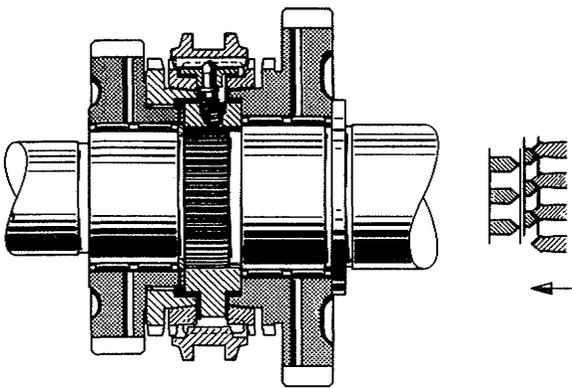
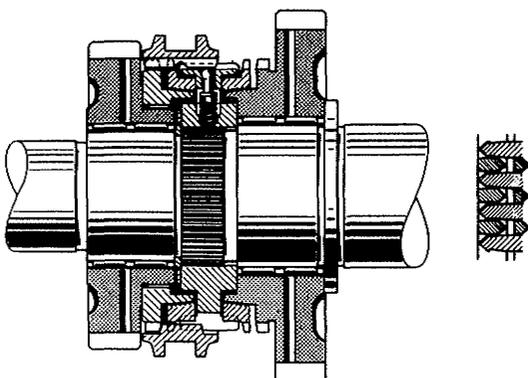

Figure 3
Figure 4
2. Passage d'une vitesse (figures 3 et 4).
Le manchon baladeur (H) est repoussé axialement dans une direction (sur l'exemple illustré, vers la gauche). Les axes à rotule (K) et les éléments de pression (D) sont entraînés par le manchon baladeur, car, les axes à rotule sont pressés et introduits par leur extrémité supérieure dans la gorge annulaire en V du manchon baladeur sous l'action des ressorts de synchronisation (C) qui ont une force de pression initiale. Les éléments de pression (D) sont en liaison avec les bagues de synchronisation gauche et droite (F). Lorsque le manchon baladeur se déplace vers la gauche, la bague de synchronisation gauche est maintenant également déplacée vers la gauche sous l'action des éléments de pression. Après une course d'environ 0,5 mm, la bague de synchronisation vient s'appuyer, par sa surface conique, sur la surface également conique du corps d'accouplement (J). La bague de synchronisation est alors tournée d'environ 2 mm par rapport au manchon baladeur et au synchroniseur (A) jusqu'à ce que les ergots de butée de la bague de synchronisation pénètrent dans les fentes du synchroniseur. La position de la bague de synchronisation par rapport au manchon baladeur est alors telle que les dents, situées sur le diamètre extérieur de la bague, sont décalées par rapport aux entredents du manchon baladeur (figure 3). Lorsque le manchon continue à se déplacer, les dents engrenent dans celles de la bague de synchronisation et lui transmettent un couple axial. L'angle d'attaque plat de la surface de glissement du corps d'accouplement (J) et de la bague de synchronisation engendrent alors des forces dans le sens radial qui sont plus importantes que les forces qui sont transmises sur le manchon baladeur dans le sens axial. Ainsi, la différence de vitesse de rotation entre l'engrenage à accoupler et l'arbre principal (et aussi du manchon baladeur) diminue constamment. Ce n'est que lorsque le synchronisme est réalisé entre ces deux pièces que la bague de synchronisation et l'engrenage tournent un petit peu en sens contraire (d'environ 1 à 2 mm) jusqu'à ce que les dents du manchon baladeur soient en face des entredents de la bague de synchronisation. A ce moment là, la résistance qui s'opposait jusqu'à maintenant à la poursuite du mouvement du manchon baladeur est vaincue pendant le passage de la vitesse. Le manchon baladeur est maintenant poussé sur la denture d'accouplement de la roue dentée considéré (figure 4). Le passage de la vitesse est terminé.